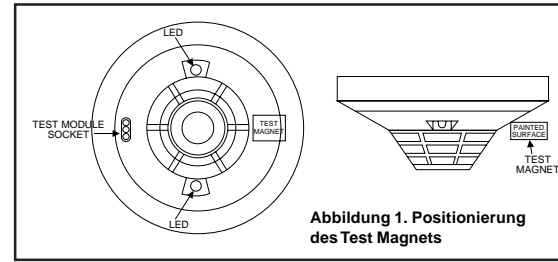

Abbildung 1. Positionierung des Test Magnets
1. Um den Melder zu prüfen halten Sie den Testmagnet in einer Entfernung von ca. 2cm zur LED 1 direkt an das Meldergehäuse (siehe Abb.1).